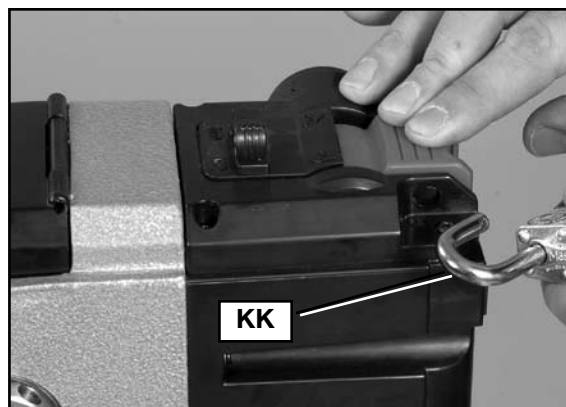

Fig. 23
IMPORTANT : lorsque l'appareil est inutilisé, le commutateur devrait être cadenassé en position d'arrêt pour empêcher une utilisation non autorisée. Utiliser un cadenas (KK), fig. 23, avec une anse de 6,4 mm (1/4 po) de diamètre.